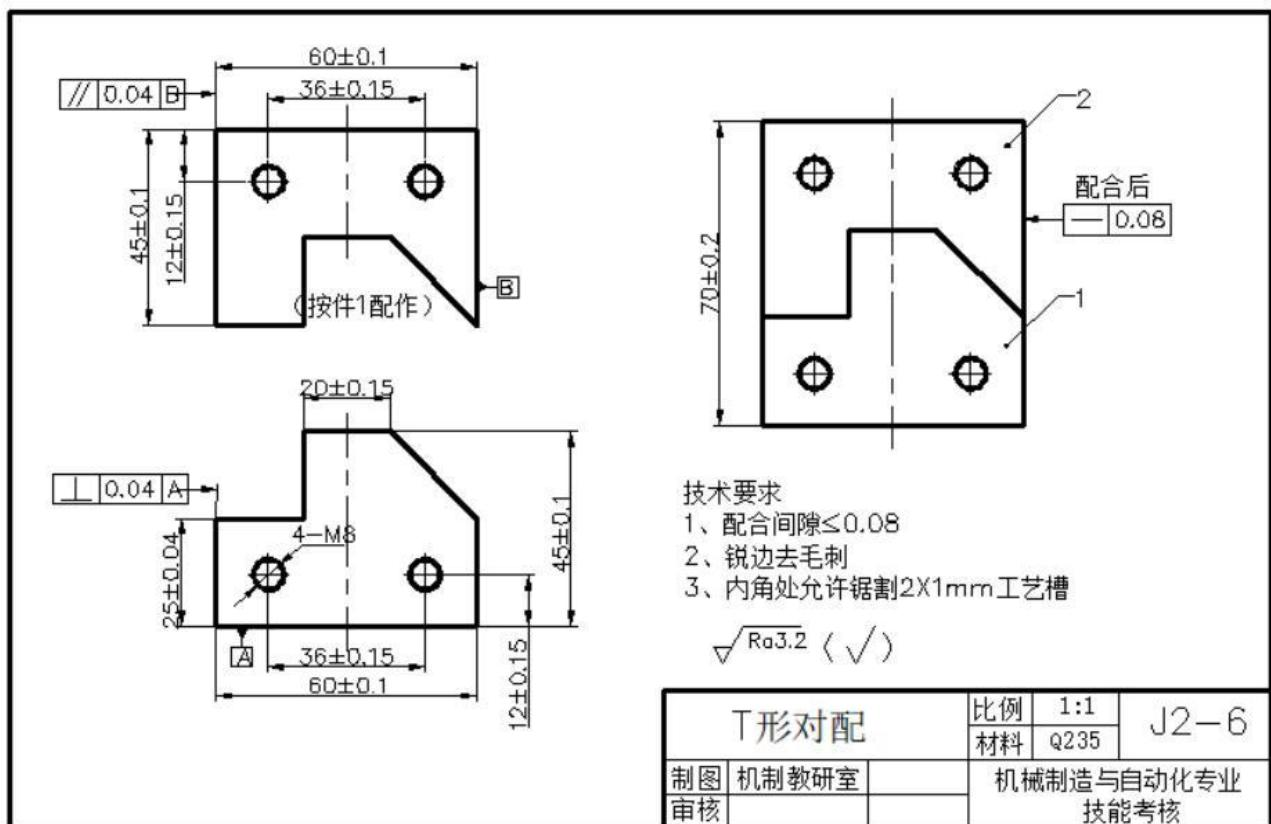

图 J2-6-1 T型对配
- 3) 根据零件图 J2-6-1 的要求完成凸、凹零件的加工与配锉加工。去毛刺，倒棱角 C0.3，配合面不允许倒角，不准使用专用工、夹具加工和抛光；